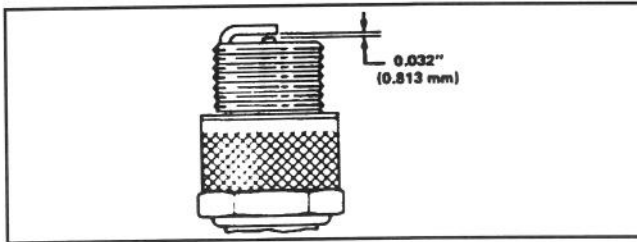

Abbildung 11
3. Elektrodenabstand auf 0,81 mm einstellen (Abb. 11). Die auf korrekten Abstand eingestellte Zündkerze mit einer Dichtungsscheibe anbringen und auf 13,6 N•m anziehen.